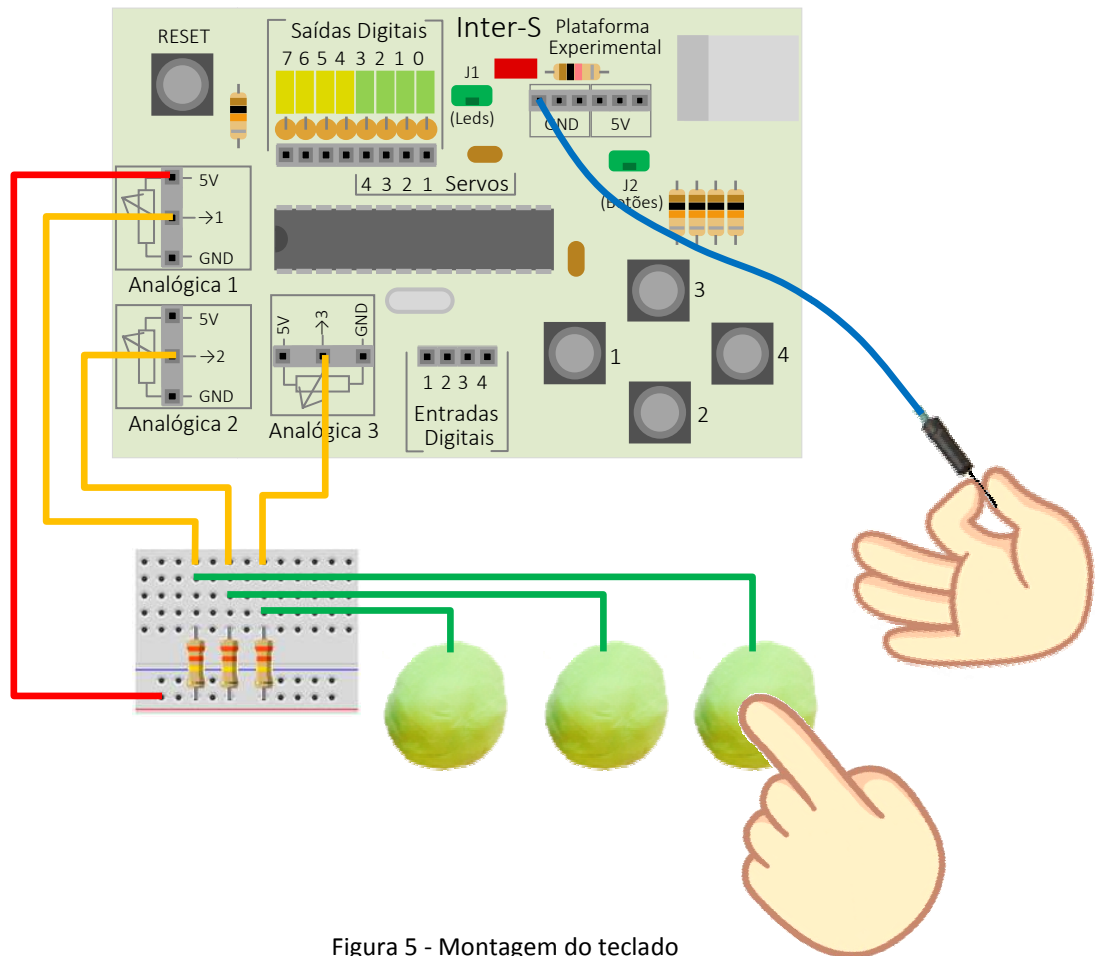

Figura 5 - Montagem do teclado
Neste exemplo serão demonstrados os procedimentos para a construção de um pequeno teclado de três teclas confeccionadas com massinha de modelar, cuja montagem é apresentada na Figura 5.
Conforme montagem apresentada na Figura 5, as entradas analógicas 1, 2 e 3 são alimentadas com 5V, isso faz com que os seus valores cheguem ao máximo (255). Quando o usuário tocar em uma das teclas de massinha, segurando ao mesmo tempo o fio que está conectado ao GND (terra), ocorrerá um fechamento de circuito entre a entrada analógica e o terminal GND, o qual apresenta 0V (zero volt), desta forma, a tensão de entrada tenderá a zero, fazendo com que o valor apresentado pela entrada analógica seja também zero. Em resumo, quando o usuário tocar em uma das teclas de massinha, o valor apresentado pela entrada analógica será próximo de zero. Por outro lado, quando a tecla não for tocada, o valor apresentado será próximo de 255.